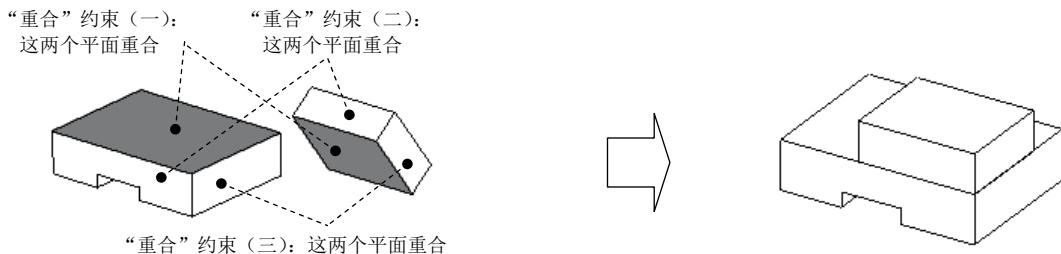

图 3.8.1 创建刚性 (Rigid) 连接
Step4. 引入第二个元件 RIGID02.prt，并将其调整到图 3.8.1 所示的位置。
(1) 在连接列表中选取 刚性 选项，此时系统弹出“元件放置”操控板，单击操控板菜单中的 放置 选项卡。
(2) 定义“重合”约束 (一)。在 约束类型 下拉列表中选择 重合 选项，选取图 3.8.1 所示的两个平面为“重合”约束 (一) 的参考，此时 放置 界面如图 3.8.2 所示。
(3) 定义“重合”约束(二)。在**放置**界面中单击**新建约束**，在**约束类型**下拉列表中选择**重合**选项，选取图3.8.1中的两个平面为“重合”约束(二)的参考。
(4) 定义“重合”约束(三)。参考步骤(3)选取图3.8.1中的两个平面为“重合”约束(三)的参考。